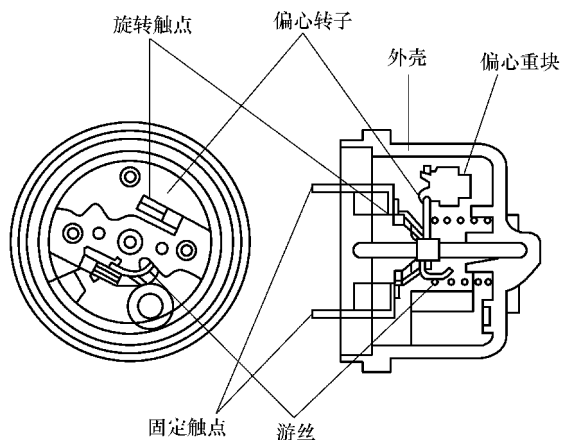

图 7-16 偏心锤式碰撞传感器的结构
(1) 结构 偏心锤式碰撞传感器又称为偏心转子式碰撞传感器，属于惯性开关式碰撞传感器。偏心锤式碰撞传感器由壳体、偏心转子、偏心重块、固定触点、旋转触点等部分组成，其结构如图 7-16 所示。